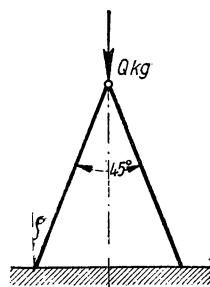

Bild 231
**356.** Eine Stehleiter, nach Bild 231 unter  $45^\circ$  auseinander gespreizt, ist oben mit  $Q$  kg belastet. Wie groß muß die Reibungszahl für die Reibung zwischen Leiter und Fußboden mindestens sein, damit die Leiterhälften nicht auseinandergleiten?